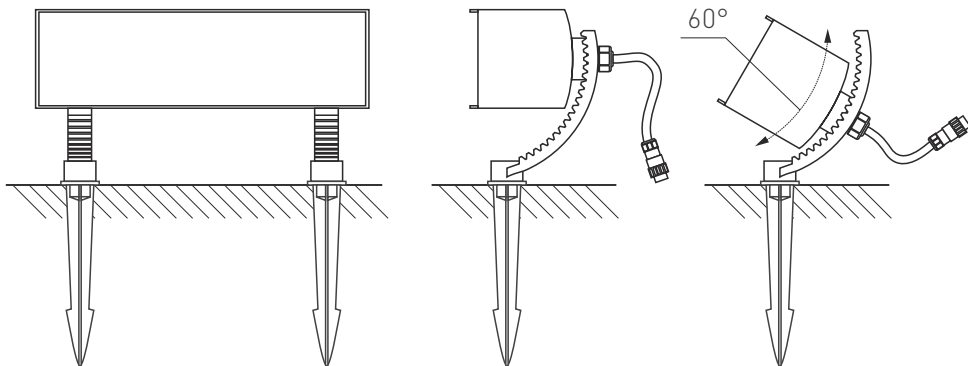

Рис. 2. Установка и подключение светильника
3.3. При установке светильника на грунтовое основание следуйте инструкции, приведенной на рис. 2.